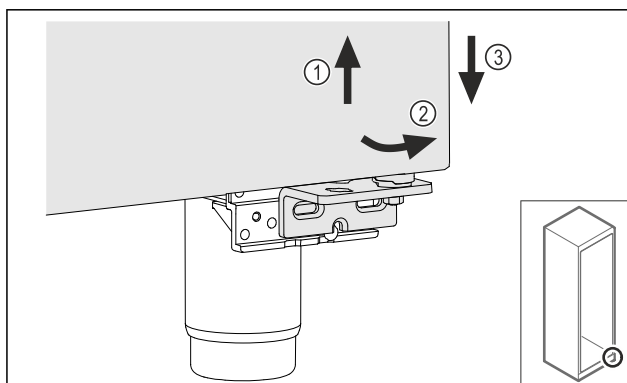

Fig. 24
- Nosta ovea hieman Fig. 24 (1), kallista alhaalta eteenpäin Fig. 24 (2) ja laske alas Fig. 24 (3).